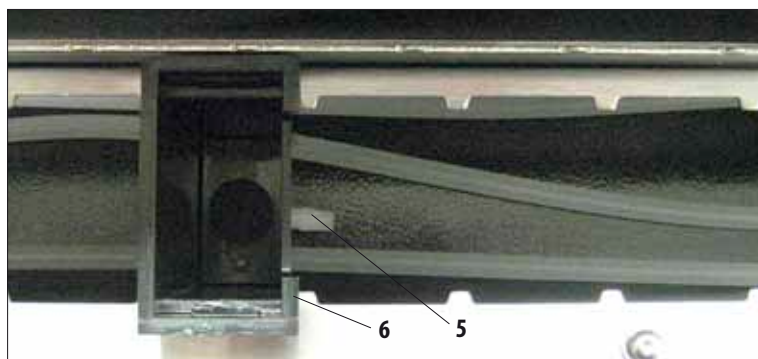

Рис. 23
Установите ёмкость для промывочной воды таким образом, чтобы штуцер шланга (5) показывал в направлении отделения для извлечения предметных стёкол (рис. 23).